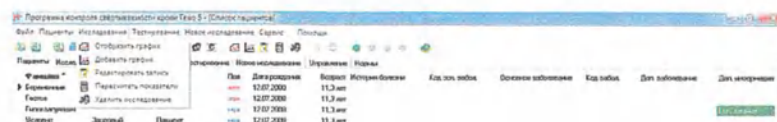

Рисунок 6 – Главное меню «Исследования»
7.3.3 Меню «Исследования» содержит следующие пункты (рисунок 6):